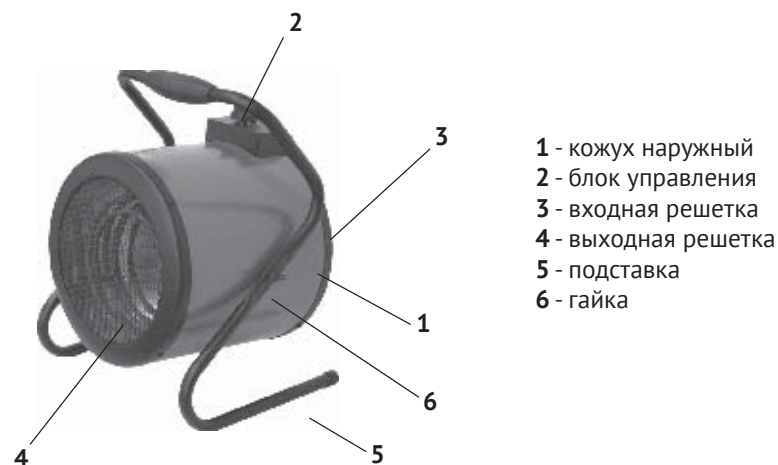

рис. 1
Общий вид тепловентилятора представлен на рис.1
6.2 Несущая конструкция тепловентилятора состоит из кожухов наружного (рис.1 поз.1) и внутреннего, изготовленных из листовой стали и имеющих цилиндрическую форму. Во внутреннем кожухе размещены вентилятор и трубчатые электронагревательные элементы. Снаружи внутреннего кожуха расположен корпус блока управления (рис.1 поз.2). Кожух наружный, закрытый входной (рис.1 поз.3) и выходной (рис.1 поз.4) решётками, винтами устанавливается в подставке (рис.1 поз.5) и имеет возможность поворота в вертикальной плоскости. Угол поворота фиксируется гайками (рис.1 поз.6). Вентилятор всасывает воздух через отверстия входной решётки. Воздушный поток, втянутый вентилятором в корпус, проходя между петлями трубчатых электронагревательных элементов, нагревается и подаётся в помещение через отверстия входной решётки.